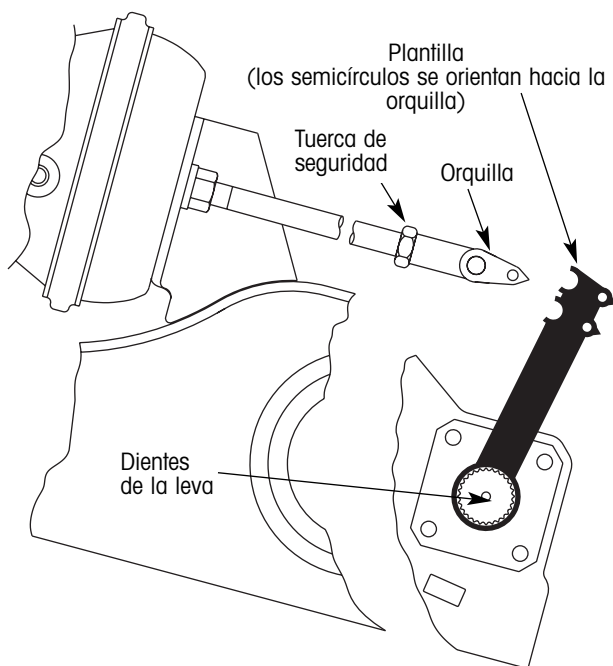

Figura 34. Colocando la plantilla de instalación en la leva
3. Coloque la plantilla de instalación en los dientes de la leva de tal manera que los dos semicírculos de ½ de pulgada estén orientados hacia la orquilla (figura 34).